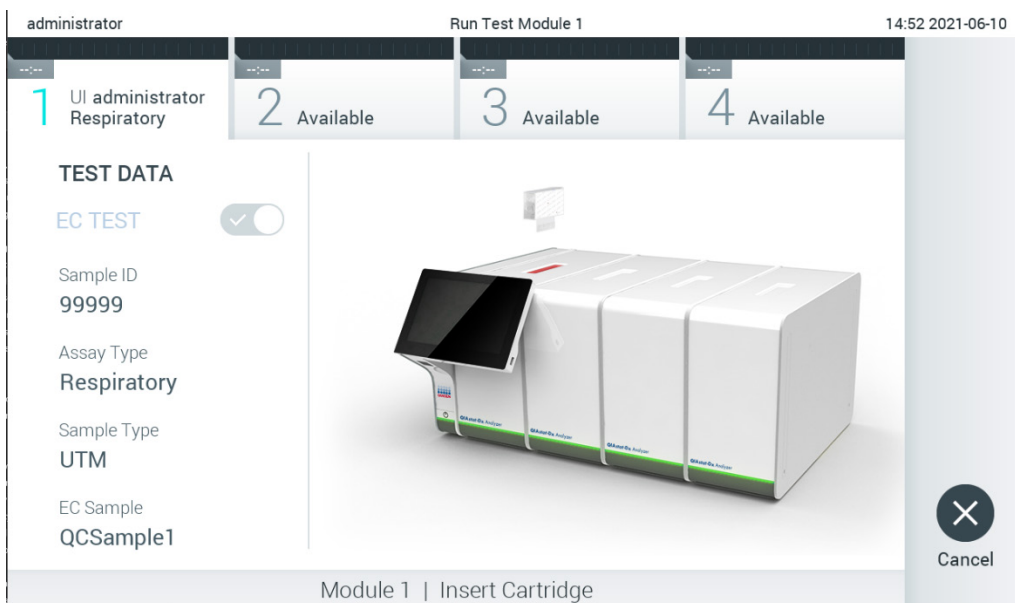

図 93. QIAstat-Dx アッセイカートリッジを QIAstat-Dx Analyzer 1.0 に挿入。
9. QIAstat-Dx アッセイカートリッジのサブポートとメインポートのサンプル蓋がしっかり閉じてあることを確認します。QIAstat-Dx Analyzer 1.0 の上部のカートリッジエントランスポートが自動で開いたら、バーコードを左に、反応チャンバーを下に向けて QIAstat-Dx アッセイカートリッジを挿入します (図 93)。